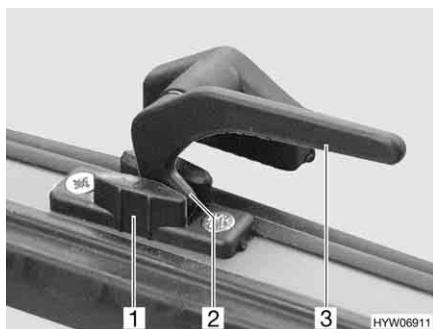

Fig. 67 Leva di serraggio in posizione "Aerazione continua"
- In posizione di "Aerazione continua" (Fig. 67)
- Ruotare tutte le leve di serraggio (Fig. 67,3) di un quarto di giro verso il centro dell'oblò.
- Girare nuovamente all'indietro tutte le leve di serraggio. Contemporaneamente riportare il nasello di chiusura (Fig. 67,2) nella rientranza del bloccaggio dell'oblò (Fig. 67,1).